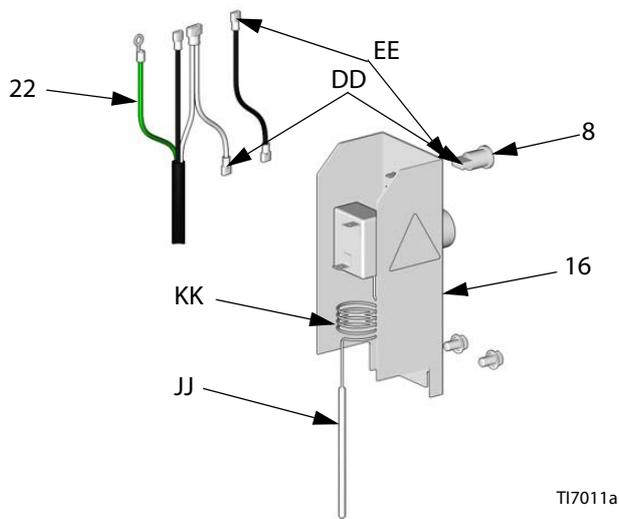

Рис. 10
4. Отсоедините проволочные перемычки (23, DD, EE) от задней части индикаторной лампы (9), затем вытолкните лампу через переднюю часть кронштейна панели управления (17), сжимая контакты по бокам лампы. См. Рис. 10.
5. Вдавливайте новую лампу в кронштейн панели управления (16), пока контакты не зафиксируются на месте.
3. **Проверка.** См. Рис. 10. Когда контакт термостата (JJ) установлен выше 24 °C (75 °F) и ниже 71 °C (160 °F), цепь между контактами должна размыкаться при выключении и замыкаться при поворачивании ручки по направлению к отметке 8. Вы должны слышать щелчки переключателя при размыкании и замыкании.